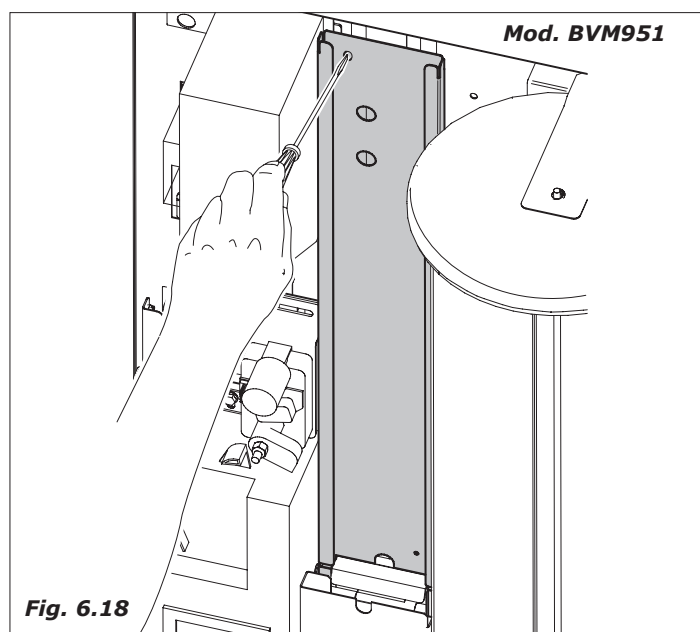

Fig. 6.18
- Svuotare la palettiera dalle palette e togliere la guida (Fig. 6.18)